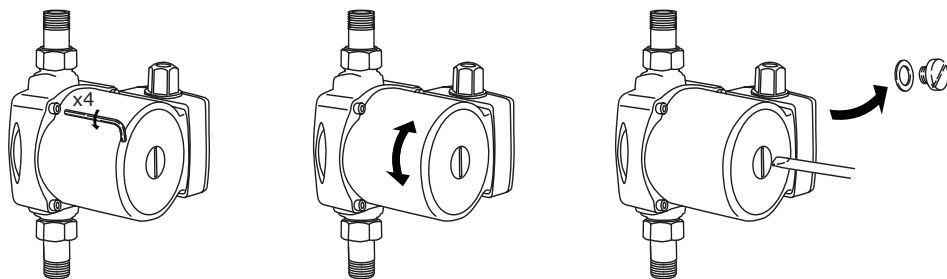

Рис. 6. Изменение положения головки электродвигателя.
Если при поставке клеммная коробка циркуляционного насоса не находится в требуемом положении, можно повернуть головку электродвигателя до монтажа насоса. Для этого отвинтите винты на корпусе насоса и поверните головку электродвигателя в требуемое положение (см. рисунок 6).
3. Убедитесь в том, что ротор по-прежнему вращается свободно. Для этого отвинтите резьбовую заглушку (см. рисунок 6) и с помощью плоской отвертки прокрутите вал электродвигателя. Вал с ротором должны вращаться свободно.